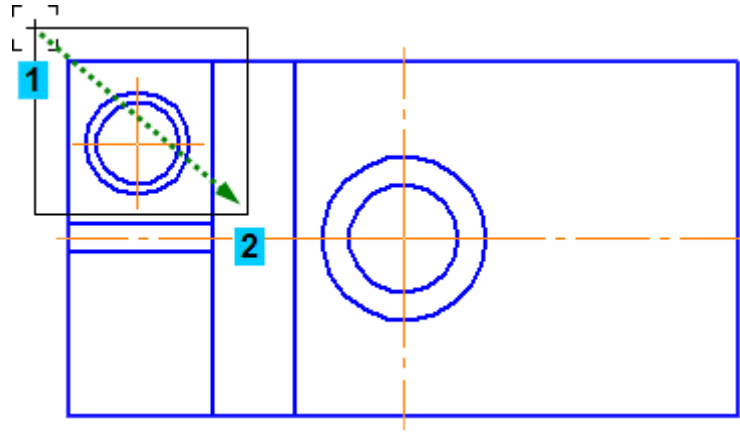

Рисунок 44.
- Удерживая ее нажатой, перемещайте курсор вниз и вправо — система будет формировать рамку выделения. После того как рамка охватит отверстие, отпустите кнопку мыши (точка 2) (рис. 44).